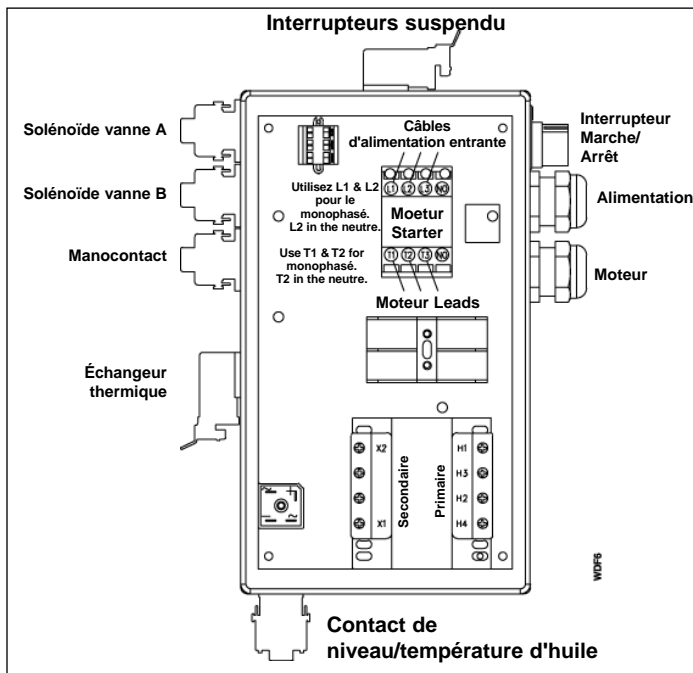

Figure 4, Schéma de câblage
L'échangeur thermique, le manocontact, la commande à distance, les solénoïdes (A) et (B) sont livrés avec des connecteurs qui se branchent dans les prises appropriées du boîtier électrique (figure 4). La commande au pied se branche dans la prise de la commande à distance.